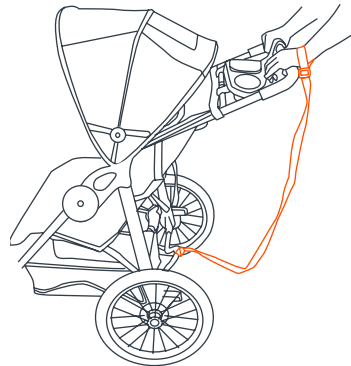

Fig. 16a
- **DRAGONNE DE SÉCURITÉ :** Toujours attacher au poignet la sangle de sécurité en faisant du jogging. Cette sangle retiendra la Poussette, dans le cas où vous tombez à la course (Fig. 16a).